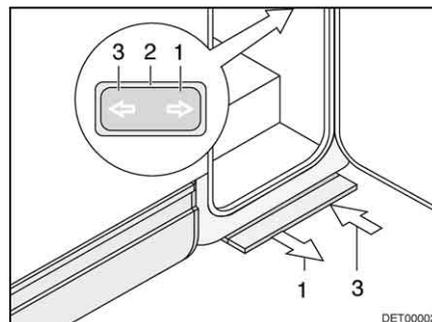

Fig. 1 Interruttore di comando scalino di ingresso
- ▷ L'interruttore (Fig. 1,2) per il comando dello scalino di ingresso si trova all'interno del veicolo nella zona della porta di ingresso.
- Premere la metà anteriore dell'interruttore a bilico (Fig. 1,1) fino a che lo scalino è completamente estratto.
- Premere la metà posteriore dell'interruttore a bilico (Fig. 1,3) fino a che lo scalino è completamente inserito.